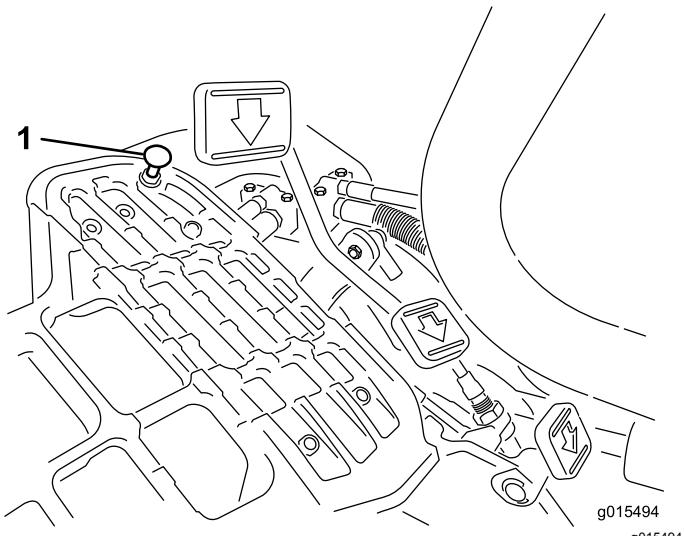

Bild 45
Stellen Sie den Funktionsschalthebel in die TRANSPORT-Stellung und treten Sie auf das Fahrpedal, um die maximale Transportgeschwindigkeit zu erreichen. Wenn das Pedal den Anschlag erreicht (Bild 45), bevor das Kabel gespannt ist, führen Sie folgende Einstellungsschritte aus:
1. Stellen Sie den Funktionsschalthebel in die TRANSPORT-Stellung lösen Sie die Sicherungsmutter, mit der der Pedalanschlag an der Bodenplatte befestigt ist (Bild 45).